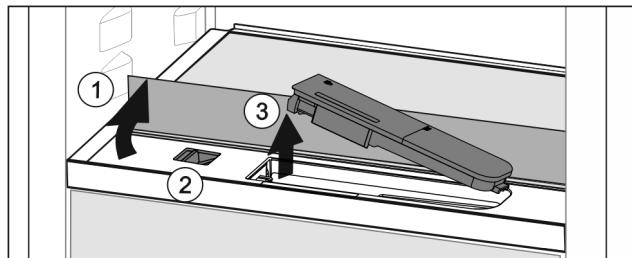

Fig. 104
- Skleněnou desku nadzvedněte a zaklapněte dozadu až na doraz Fig. 104 (1).
- Posuvník Fig. 104 (2) posuňte doleva.
- Vyjměte nádržku na vodu Fig. 104 (3).